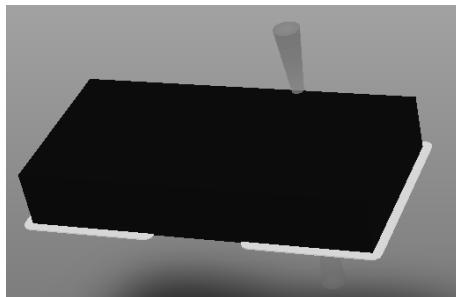

图 6-44 绘制好的 3D 元件体
(6) 设置好之后，可以在库编辑界面再切换到 3D 视图（快捷键“3”），可以查看绘制好的 3D 元件体的效果，如图 6-44 所示。